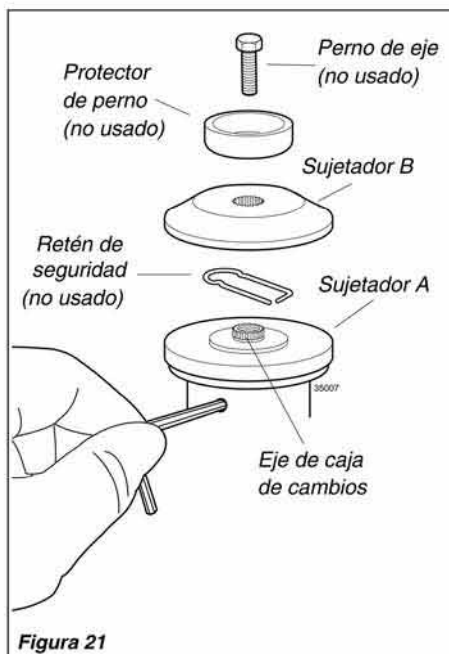

Figura 21
1. Con el eje de salida de la caja de cambios cara arriba, gire el eje de cambios y el sujetador A hasta que la muesca en el sujetador A se alinie con la muesca en el borde de la caja de cambios, y luego asegure el sujetador a la caja de cambios insertando el lado más largo de la llave hexagonal a través de ambas muescas. Consulte la figura 21.
2. Usando la llave combinación de bujía/destornillador, retire el perno de eje, el protector de perno, el sujetador B y el retén de seguridad. (El protector de perno, perno de eje y el retén de seguridad no son usados con un cabezal de recorte). Consulte la figura 21.